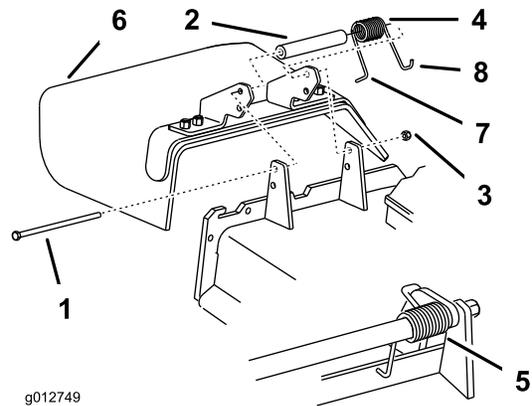

Figura 72
- Retire la contratuerca, el perno, el muelle y el espaciador que sujetan el deflector a los soportes de pivote (Figura 72). Retire el deflector de hierba dañado o desgastado.
Nota: Asegúrese de colocar el extremo en **L** del muelle detrás del reborde de la carcasa antes de instalar el perno, según se muestra en la Figura 72.
- Instale el perno y la tuerca. Coloque el extremo en **J** del muelle alrededor del deflector de hierba (Figura 72).